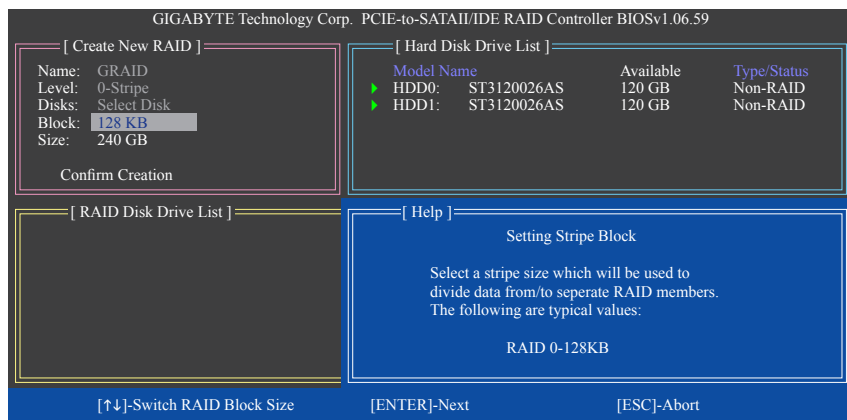

図 6
4. **Set Block Size (RAID 0 only)**: **Block**項目の下で、上または下矢印キーを使用してストライプブロックサイズを4 KB～128 KBの範囲で選択します (図6)。<Enter> を押します。